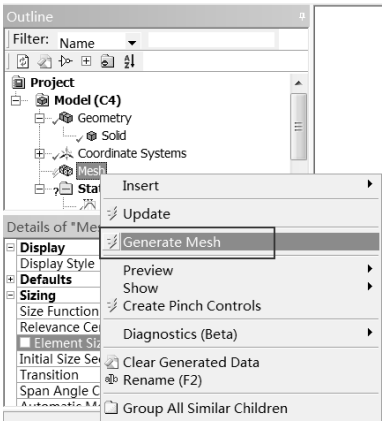

图 14-57 生成网格
Step2：如图 14-57 所示，右击 Mesh 选项，在弹出的快捷菜单中选择 Generate Mesh 命令。